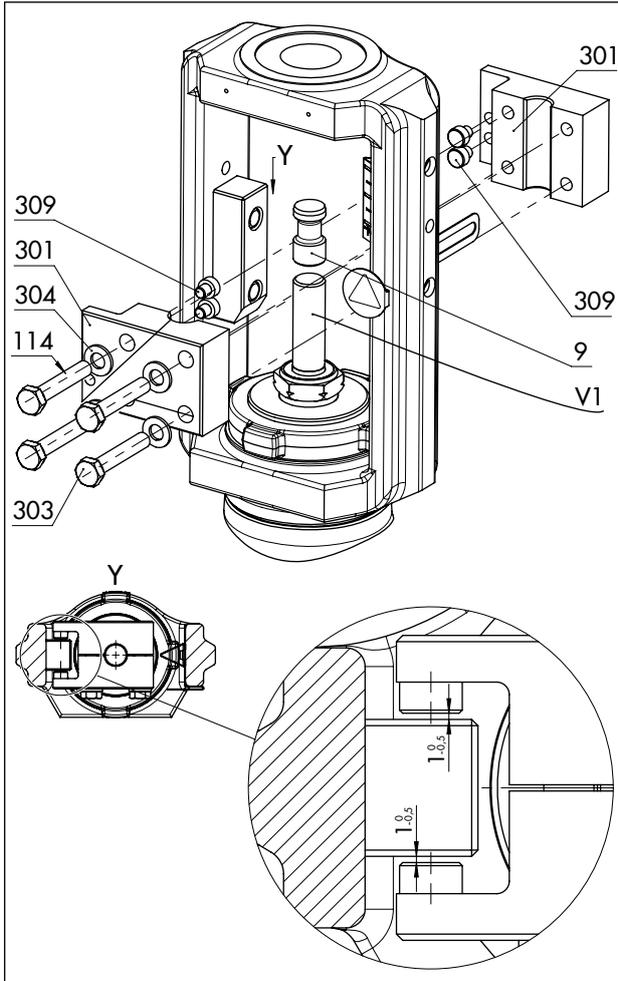

图 17: 特殊类型中防旋转夹具总成概览
请参见 图 16 和 图 17
- 滑动垫圈与其在支架各侧上的接触表面之间有 0.5 至 1 mm 的标称间隙 (请参见 图 17 中的详细视图 Y)。